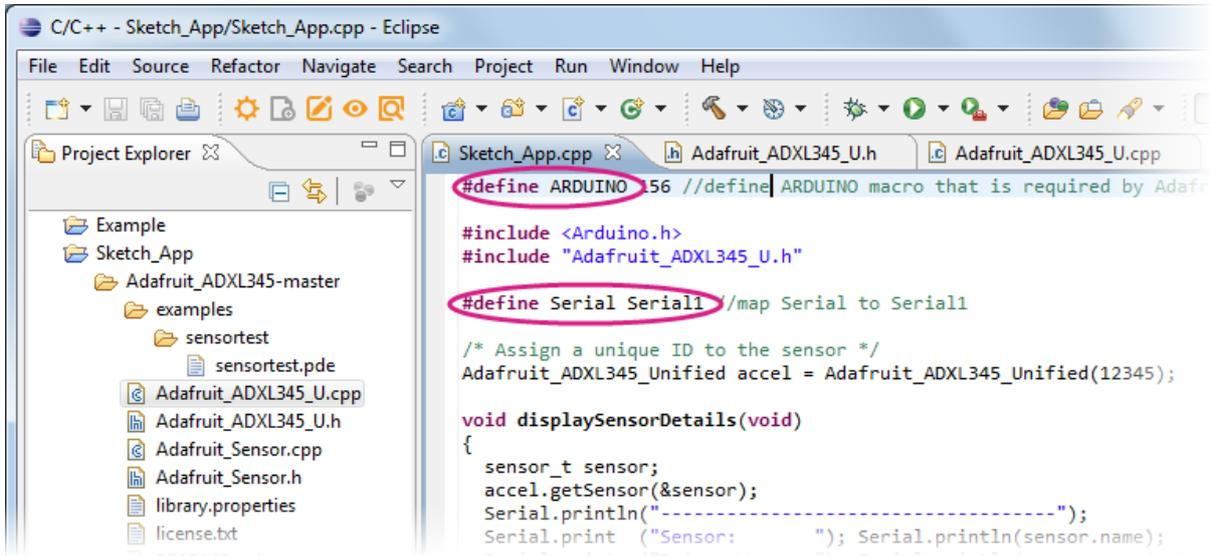

图 58 加入需要的 #define statement
- b) 根据不同的驱动程序，您需要加或修改 #define 规定。ADXL345 范例需要一个 Arduino macro 在 LinkItAssist 2502 没有的，因此您必须手动将它加入 Sketch_App.cpp 里，如图 58。